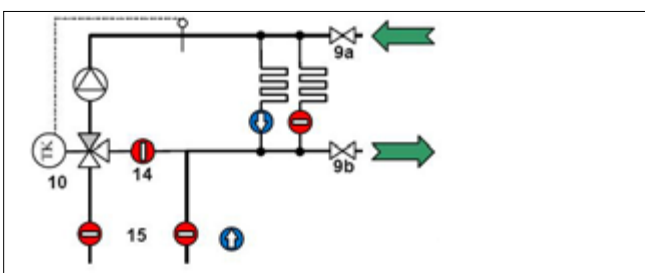

Fig. 8-4
7. Om de verwarmingscircuits te vullen en te spoelen, de vulslang op de vul- en afvoerlep op de aanvoer (9a, Fig. 8-4) aansluiten en de afvoerslang op de vul- en afvoerlep op de retour (9, Fig. 8-4).